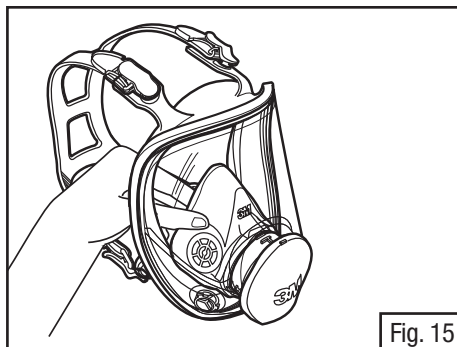

Fig. 15
1. Remova o conjunto de copo do nariz puxando para fora do adaptador central dentro da peça facial (Fig. 15).
1. Retire o conjunto do copo de nariz puxando a partir do adaptador central dentro da peça facial (Fig. 15).
1. Retire o conjunto do copo de nariz puxando do adaptador dentro da peça facial (Fig. 15).
1. Retire o conjunto de copa nasal de dentro da peça facial (Fig. 15).